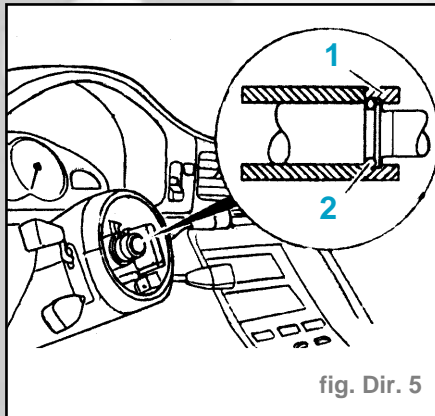

fig. Dir. 5
- Retirer la bague épaulée (fig. Dir. 5).